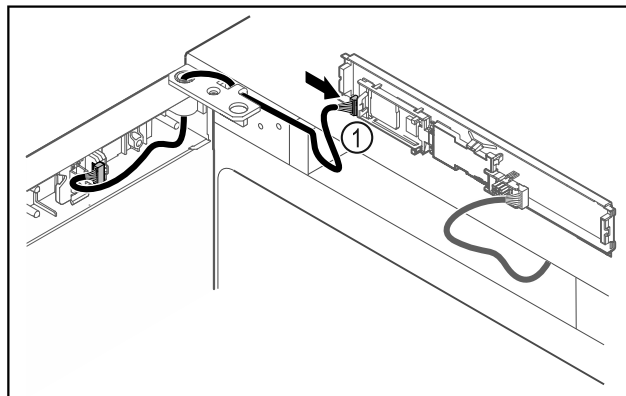

Fig. 50
- ▶ Natakните utikač Fig. 50 (1) na tiskanu pločicu.